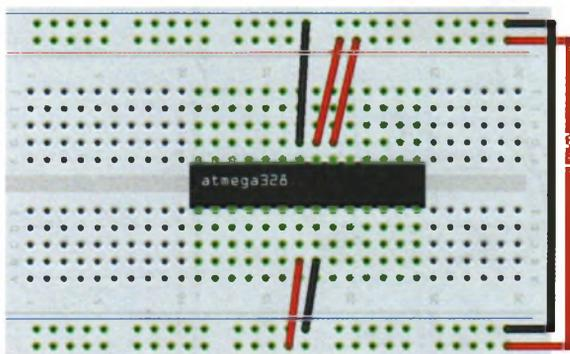

РИСУНОК 25.7
7. Подключите контакты 7, 20 и 21 микроконтроллера АТмега к ближайшей шине питания макетной платы, а контакты 8 и 23 — к шине заземления. Используйте перемычки для соединения шин питания и заземления по обеим сторонам платы, как показано на рис. 25.7.